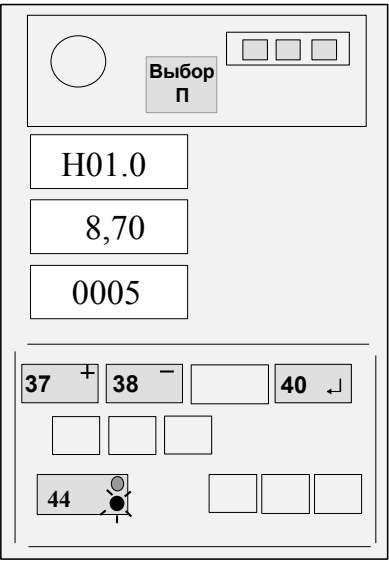

Рисунок 11
4.4.5.3 Нажать кнопку "┘" (40, см. рисунок 11).